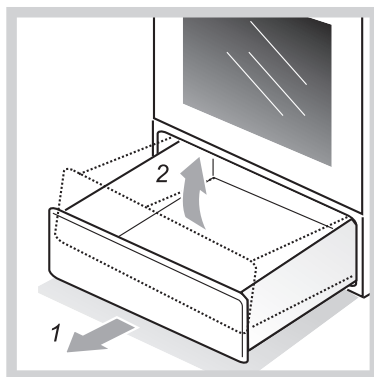

Рис.10
- Как достать ящик, показано на рис.10.